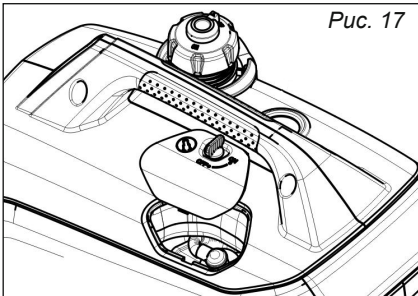

Рис. 17
1. Откройте крышку свечного отсека, *рис. 17.*